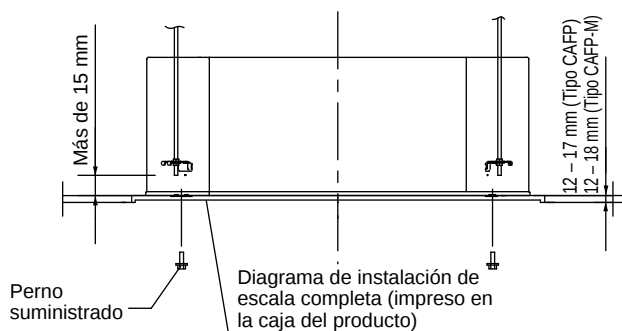

Fig. 3-4
- Quando coloque la unidad dentro del techo, determine el paso de los pernos de suspensión utilizando el diagrama de instalación de escala completa. (Fig. 3-4)
- La longitud de los pernos de suspensión debe ser la apropiada para la distancia entre la parte inferior del perno y la parte inferior de la unidad para que sea de más de 15 mm (Fig. 3-4).